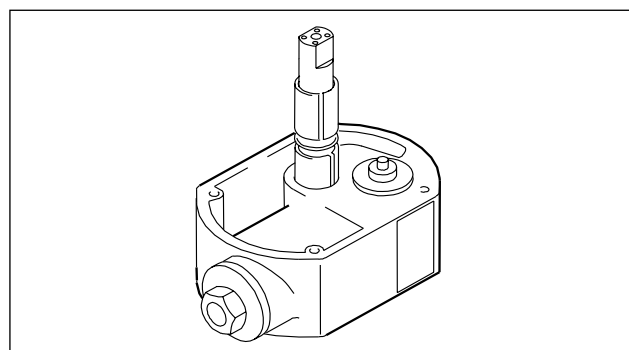

Рис. 17: Монтаж поршневого штока
- Для монтажа вкладышей подшипника скольжения и уплотнительного кольца рекомендуется использовать поршневой шток в качестве направляющей (см. рис. 17).